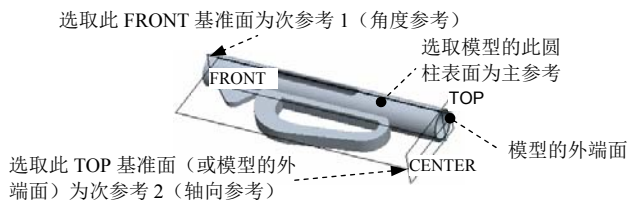

图 5.31.2 孔的放置
Step2. 定义孔的放置：选取图 5.31.2 的模型表面为主参考；采用系统默认的孔放置方向；孔的放置类型为 **径向**；次参考 1 为 FRONT 基准平面，角度值为 0，如图 5.31.3 所示；次参考 2 为 TOP 基准平面，轴向偏距值为 20.0。